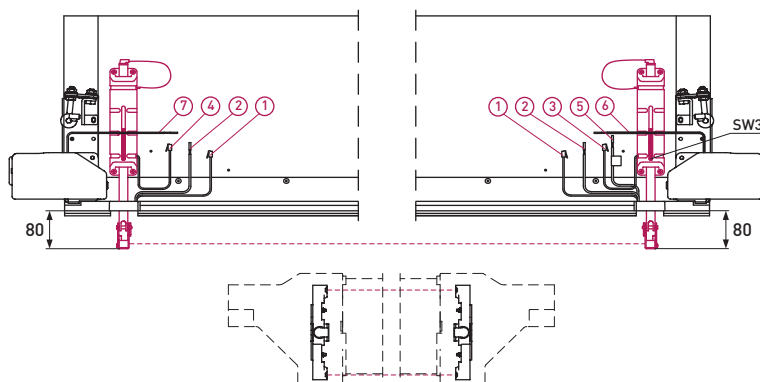

Fig. 1 — Réglage de la position de la tige avec le capteur du kit **PFS-200KIT**
1. À la livraison des portes, un kit de photocellules avec supports **PFS-200KIT** est installé sur le tablier en position de transport, les câbles électriques sont connectés aux points de connexion. Après l'assemblage, il est nécessaire de régler les portes (fig. 1) :
5. Faites passer les câbles du tablier des portes dans les boîtes des kits par les entrées de câble. La *fig. 1* montre à titre d'exemple les câbles du tablier de portes industrielles avec un portillon à seuil plat :